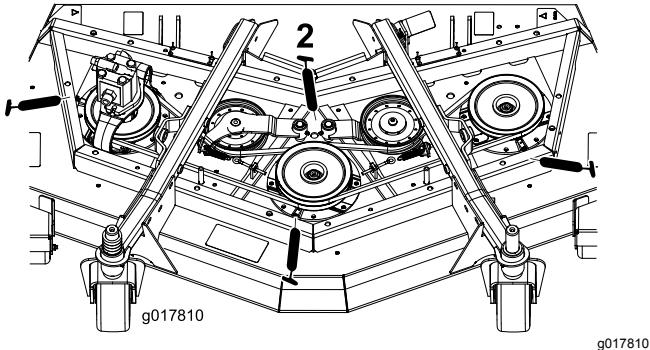

Bild 80
- Drei Spindelwellenlager (unter der Riemenscheibe) (Bild 80)
- Zwei Spannarm-Drehbüchsen (Bild 80)